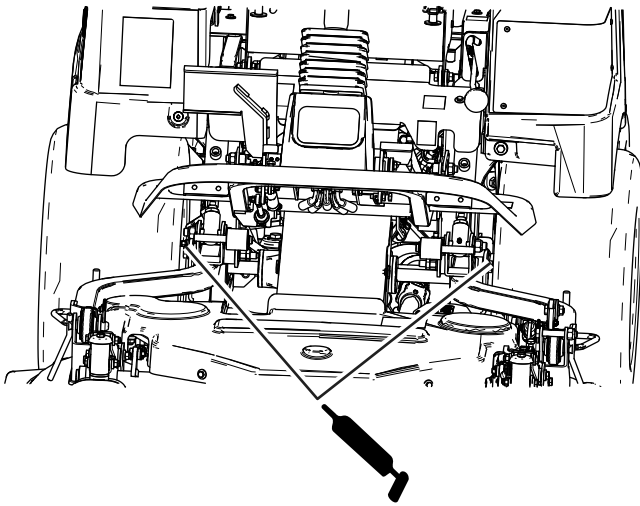

Figure 43
- Roulements des roues avant (Figure 43)